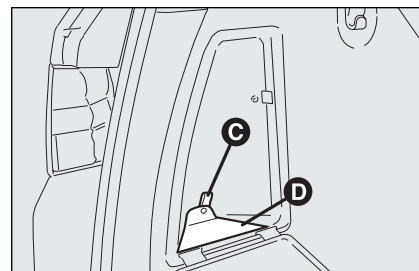

fig. 64
- ☐ mediante la patilla **C**-fig. 64 abra la segunda tapa **D**: se accede a la centralita portafusibles.